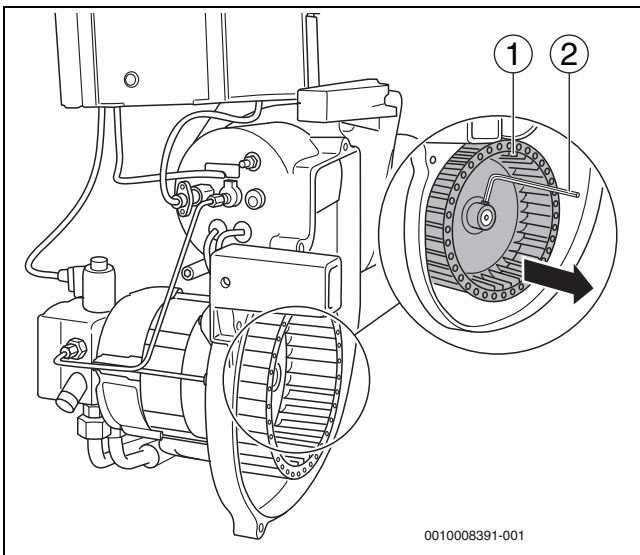

Bild 34 Gebläserad prüfen, gegebenenfalls reinigen
- ▶ Gebläserad (→ Bild 34, [1]) mit einem Innensechskantschlüssel (→ Bild 34, [2]) lösen und von der Welle ziehen.
- ▶ Gebläserad (→ Bild 34, [1]) wieder montieren.